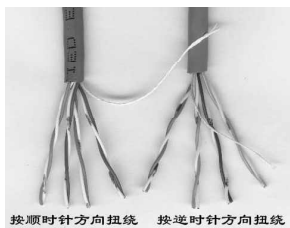

图4 不同的扭绕方向
却存在许多问题:①为了简化制造工艺,电缆中所有线对的扭绕密度相同;②线对中两根绝缘导线的扭绕密度不符合技术要求;③线对的扭绕方向不符合要求,如图4所示。如果存在以上问题,将会引起双绞线的近端串扰(指UTP中